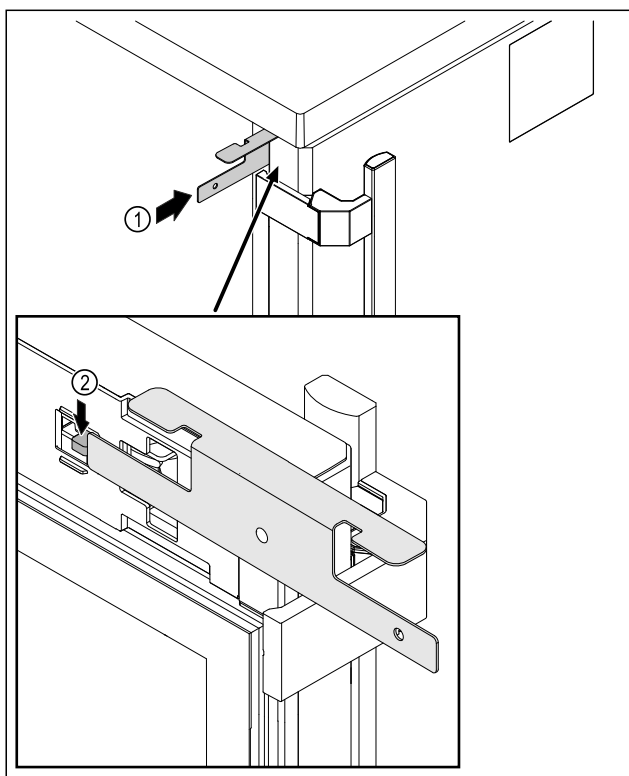

Fig. 218
- Ključ za sigurnosno deblokiranje Fig. 218 (1) utaknite između vrata i trupa uređaja.
- Pritisnite kuku brave Fig. 218 (2) u smjeru šarki.